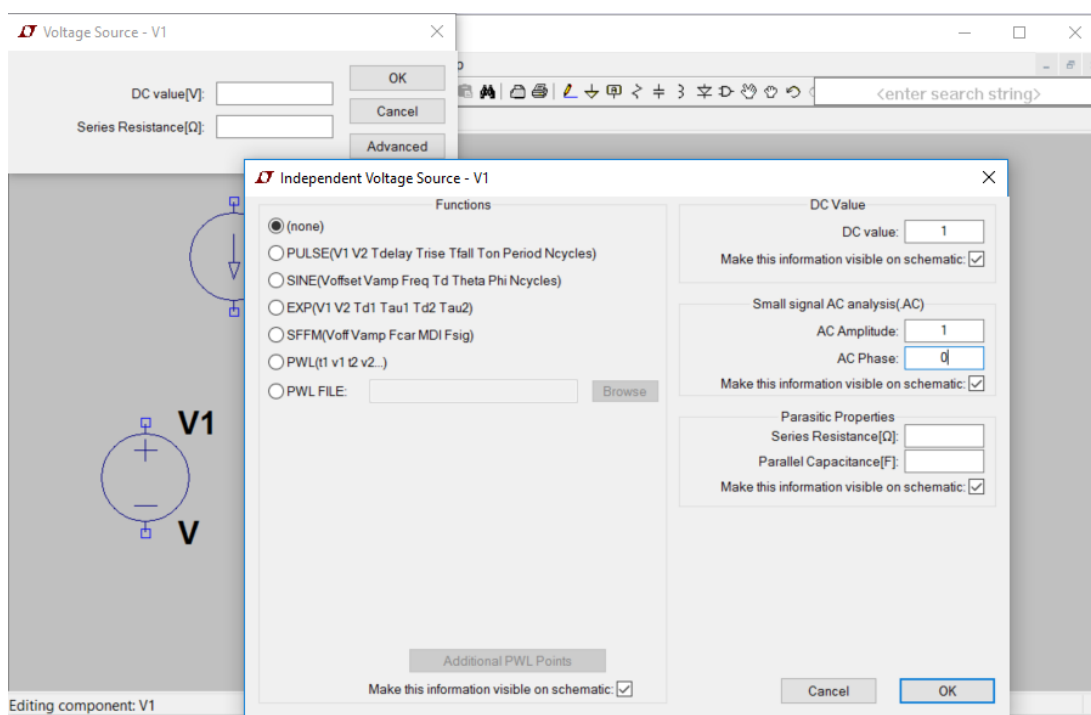

Figura A.16: LT Spice - Editarea parametrilor unei surse de tensiune.
- ii. Se modifică parametrii *DC*, *AC*, *Functions* pentru a genera un semnal variabil în timp, sau o combinație între moduri, în funcție de analiza dorită, e.g., *DC* împreună cu *AC* pentru o analiză *AC* care va fi discutată ulterior (se observă în Figura A.16).